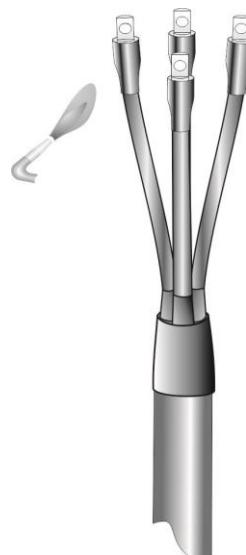

Рис.6
6. Надвинуть манжеты для герметизации наконечников на трубчатую часть наконечников и усадить, начиная от середины. После усадки по торцам манжет должен выступить клей (Рис.6).